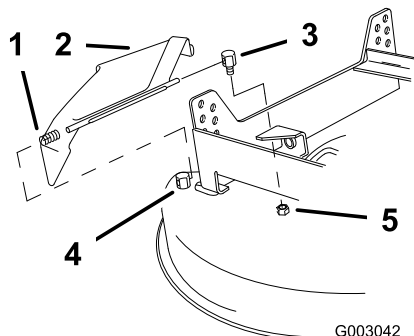

Figure 55
1. Enlevez le contre-écrou de fixation de l'ergot de pivot du déflecteur arrière et déposez l'ergot (Figure 55).
2. Enlevez l'ensemble déflecteur de l'ergot de pivot de déflecteur avant (fixe) et déposez l'ensemble déflecteur de la tondeuse (Figure 55).
5. Montez l'ergot de pivot de déflecteur arrière sur le plateau de coupe et serrez le contre-écrou (Figure 55). Le déflecteur d'herbe doit être rappelé à la position abaissée par le ressort. Soulevez le déflecteur pour vérifier qu'il s'enclenche complètement en position abaissée.